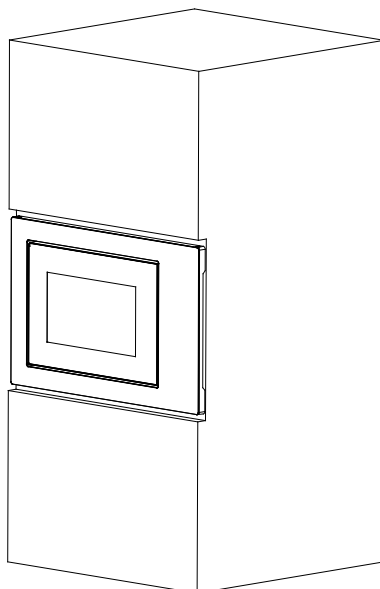

Fig.2
- b) Spingere il forno a microonde fino in fondo. (Fig. 2)